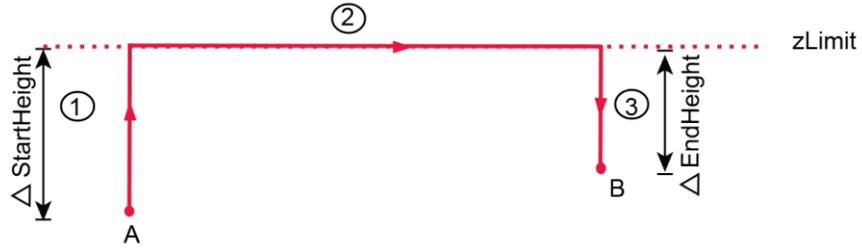

图 2.8 Jump 运动轨迹 1
- 如果A点高度+StartHeight或B点高度+EndHeight大于zLimit，则从A点抬升至zLimit或从zLimit下降至B点时，中间没有过渡阶段，其运动轨迹为简单的门型，即从A点直接抬升至zLimit或直接从zLimit下降至B点位置。以A点高度+StartHeight和B点高度+EndHeight均大于zLimit为例，其运动轨迹如图 2.8所示。